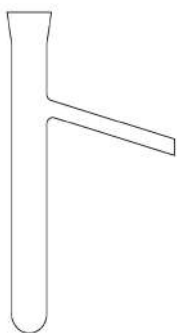

Рис. 15. Пробирка
7. **Пробирка Вюрца** с отводом (рис. 15) предназначена для проведения опытов с датчиками. Имеет следующие размеры: высота – 140 мм, диаметр – 20 мм, длина отвода – 15 мм, ширина отвода – 5 мм. Она изготовлена из химически стойкого стекла.